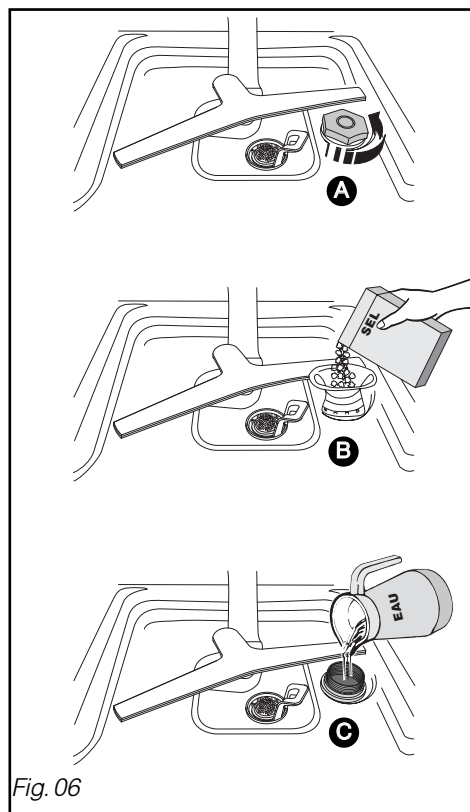

Fig. 06
• Le chargement du sel régénérant (Fig. 06)